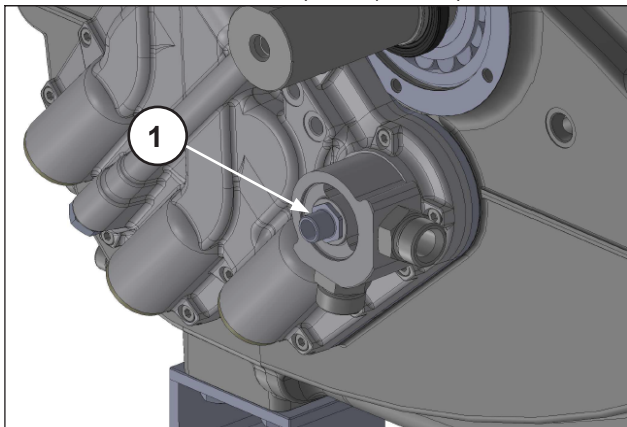
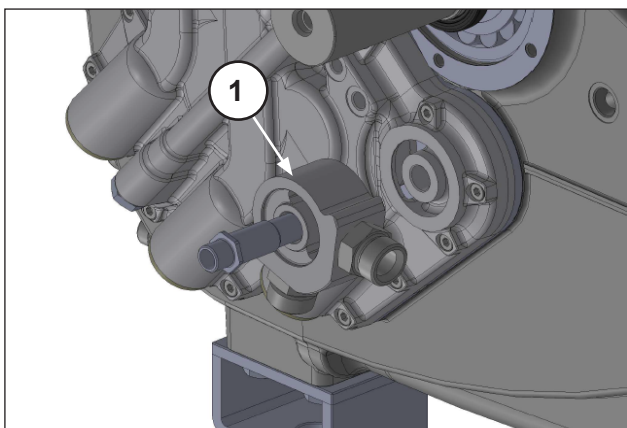

Рис. 19
Рис. 20
Отвинтите штуцер теплообменника масляного фильтра (поз. ①, Рис. 19) и снимите переходник воздушно-масляного теплообменника (поз. ①, Рис. 20).